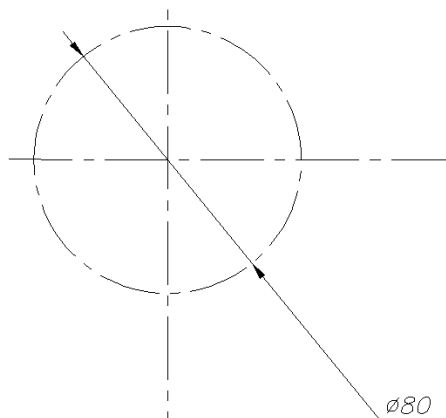

Рис. 42
- 1) Командами **Отрезок** и **Круг** провести осевые линии в слое **ОСИ** (рис. 42).